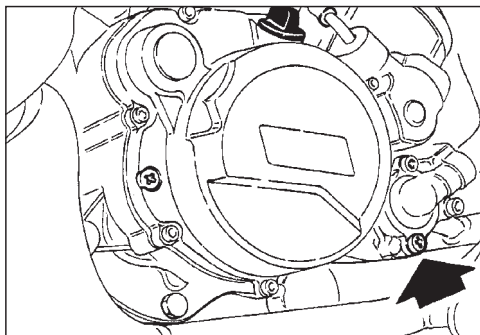

Fig. 31
- ◆ Posizionare un recipiente, con capacità non inferiore a 1,5 ℓ, sotto la vite di scarico (Fig. 31).